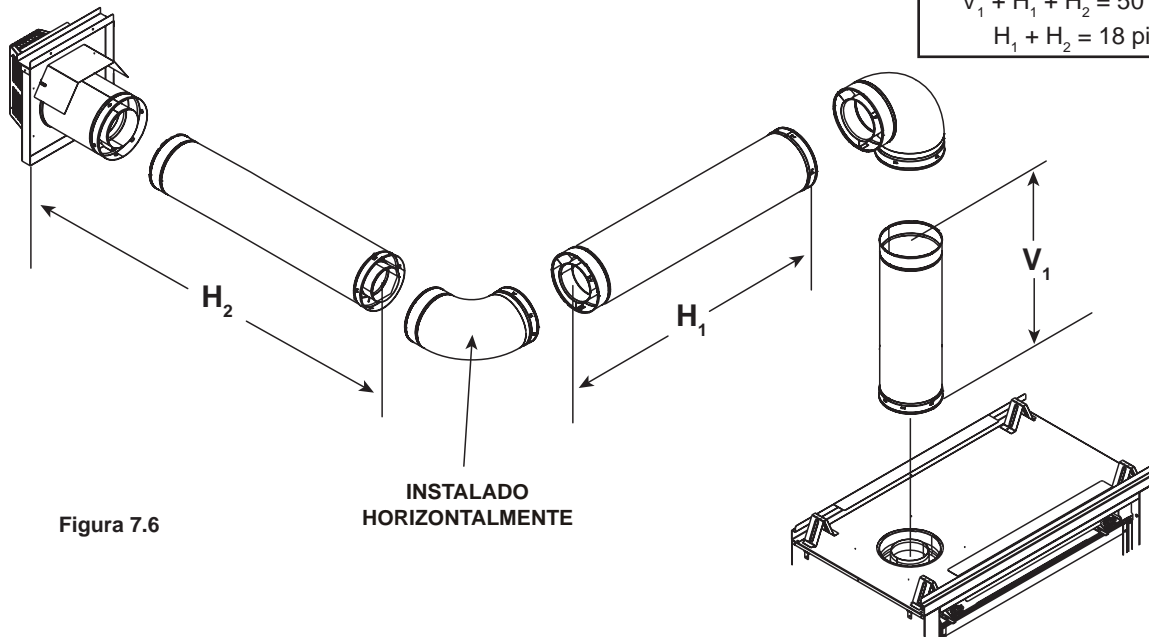

Figura 7.6
- Se puede utilizar un máximo de tres codos de 90° (o seis codos de 45°) en cualquier configuración de ventilación. Algunos de los codos pueden ser instalados horizontalmente. Consulte la Figura 7.6.